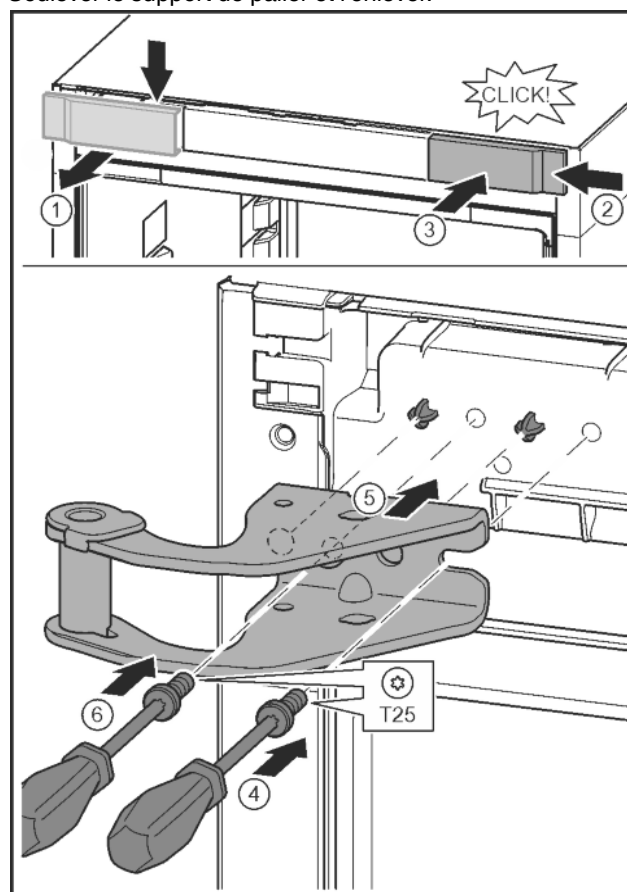

Fig. 13
- Libérer le cache et le retirer latéralement. *Fig. 13 (1)*
- Accrocher le cache tourné de 180° de l'autre côté à droite. *Fig. 13 (2)*
- Enfoncer le cache. *Fig. 13 (3)*
- Mettre en place la vis avec un tournevis T25. *Fig. 13 (4)*
- Mettre en place le support de palier supérieur. *Fig. 13 (5)*
- Serrer la vis. *Fig. 13 (6)*
- Mettre en place la vis avec un tournevis T25 et la serrer. *Fig. 13 (6)*